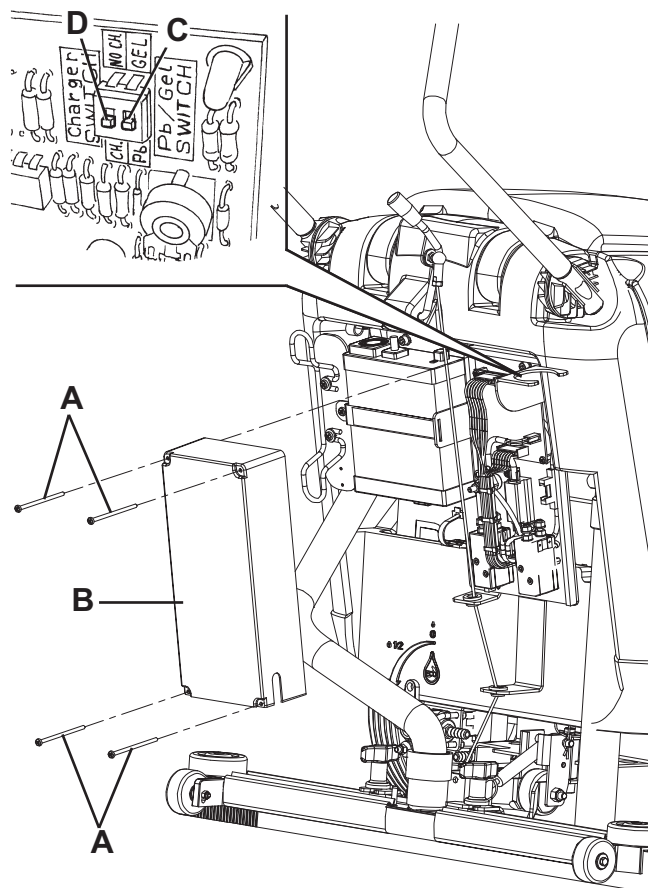

Figure 1
2. Dévisser les vis (A, Fig. 1) et enlever avec soin le couvercle (B) du boîtier électrique.